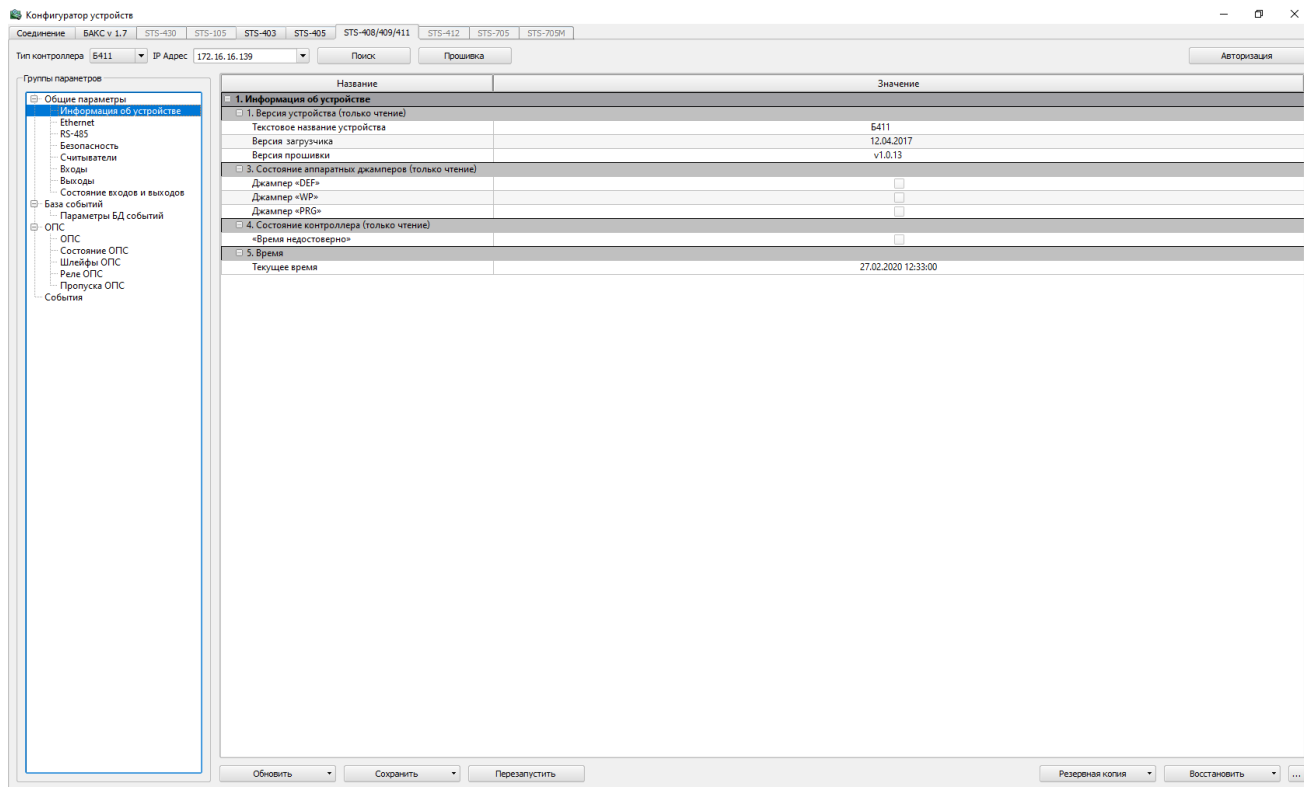

Рисунок 16 – Информация об устройстве
- Информация об устройстве - здесь отображается версия прибора, состояния джамперов, а также текущее время (рисунок 16).